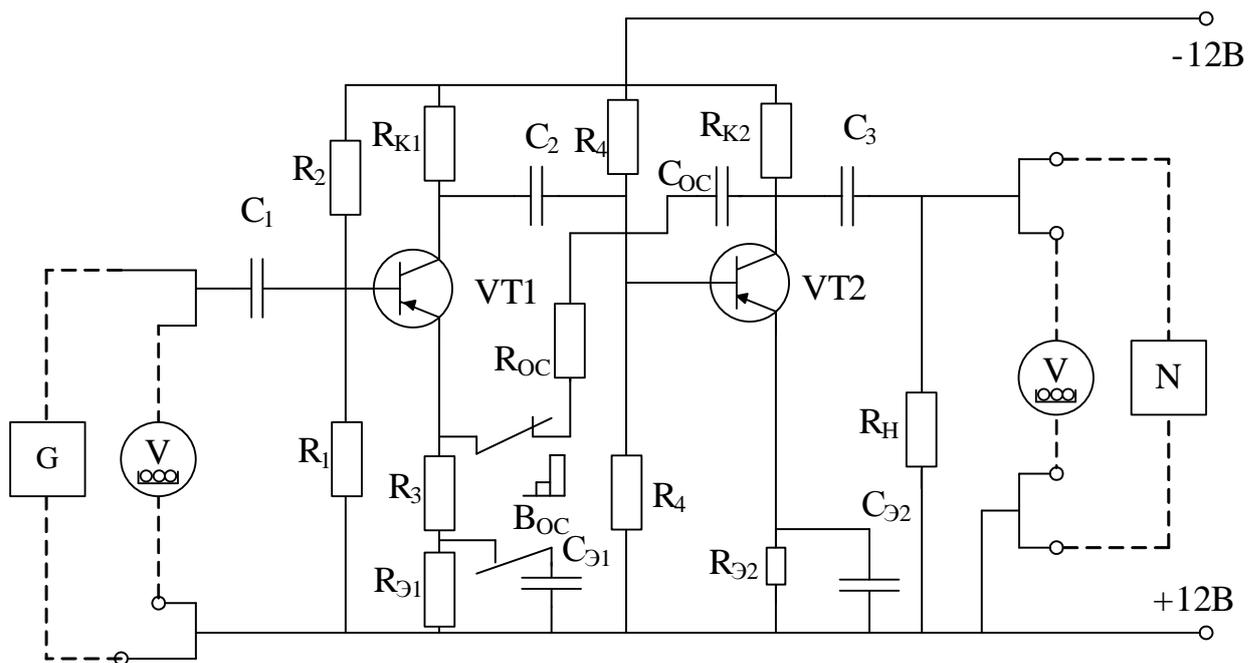

Рисунок 24.
5.4.1. Лабораторная работа производится на панели №5. Ознакомиться с двухкаскадным усилителем напряжения, схема которого приведена на рис. 24.